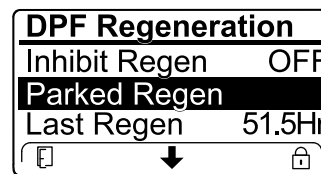

Bild 56
- Wenn der Motorcomputer eine Wiederherstellung-Regenerierung anfordert oder eine Wiederherstellung-Regenerierung ausführt und Sie auf die Option PARKED REGEN navigieren, ist die geparkte Regenerierung gesperrt und das Schloss-Symbol (Bild 56) wird unten rechts im InfoCenter angezeigt.